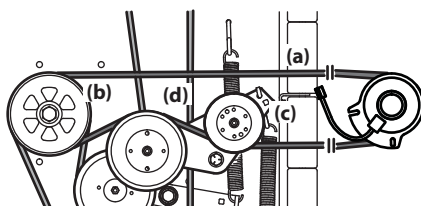

Figure 4-19
1. Retirez la courroie de la prise de force (a) du plateau de coupe comme indiqué dans la sous-section Démontage du plateau de coupe. Retirez ensuite la courroie de l'embrayage de la prise de force. Voir Figure 4-19.
2. Placez la courroie (a) comme indiqué à la Figure 4-19. Après avoir installé la courroie autour de la poulie de la prise de force (b), insérez un bras de force de 1/2" dans le support de la poulie de tension (c), puis tournez-le vers la droite de l'appareil pour compléter l'installation de la courroie autour de la poulie de tension (d).